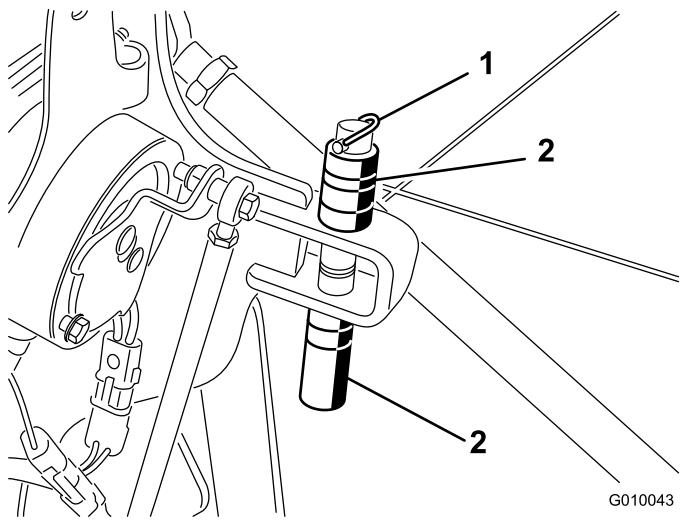

図 29
- スペーサと深さピンを止めているリンチピンを外す (図 29)。